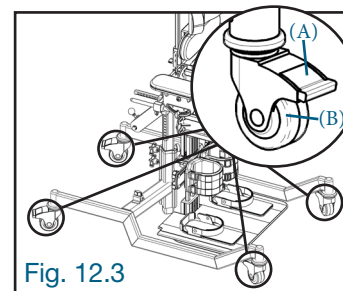

Fig. 12.3
12.3 VERROUILLAGE DES ROUES (Fig. 12.3)